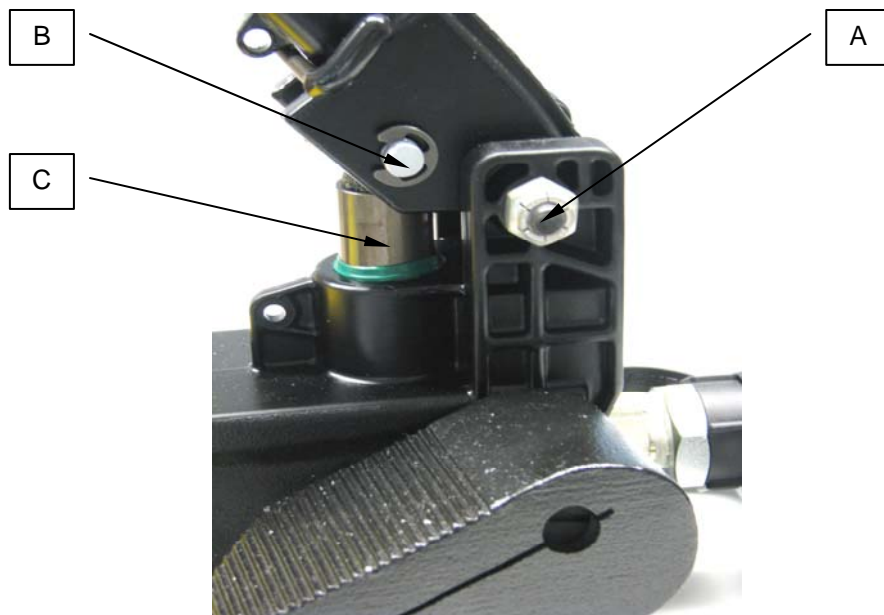

Figure 10
Pour prolonger au maximum la durée de vie de la pompe et augmenter sa performance, lubrifiez l'axe de l'essieu (A), la contre-goupille (B) et la tête du piston (C) régulièrement à l'aide de graisse pour roulements à galets. (voir figure 10)